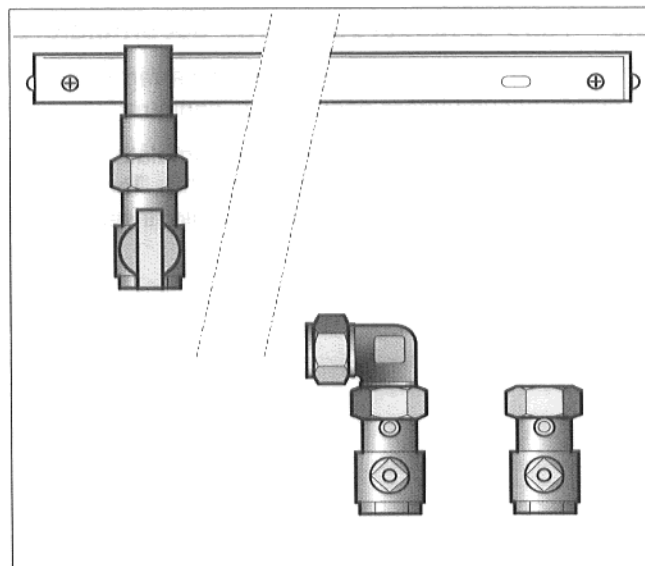

Fig. 3: rubinetti di manutenzione, rubinetto del gas
- Ermetizzare e montare i rubinetti di manutenzione al collegamento murale della mandata e del ritorno (Fig. 3).
- Montare l'avvitamento ad anello di serraggio per il raccordo a gomito al rubinetto di manutenzione del collegamento murale della mandata (Fig. 3).
- Ermetizzare il rubinetto del gas al collegamento murale ed all'apparecchio. Tenere presente l'anello torico integrato (Fig. 3).